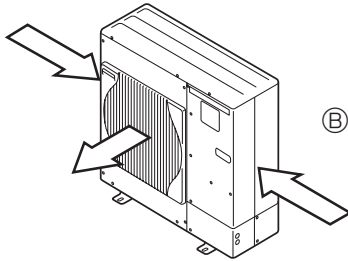

Fig. 2-4
- ③ Bringen Sie die Anlage so an, daß die Abluft aus der Luftaustrittsöffnung im rechten Winkel zu derjenigen Richtung geführt wird, aus der saisonal bedingt starker Wind bläst. (Fig. 2-4)